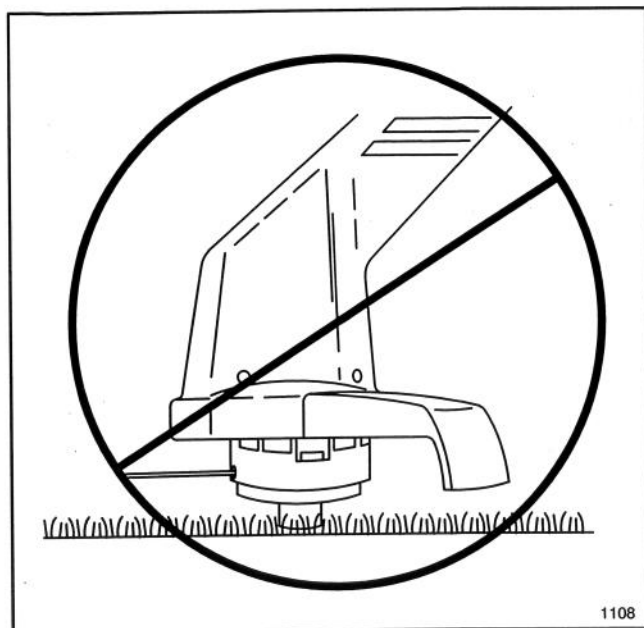

Figure 16
8. **Ne jamais traîner la bobine du taille-bordures sur le sol pendant la taille (Fig. 16).** Ceci provoquerait une surcharge du moteur et une usure de la bobine.